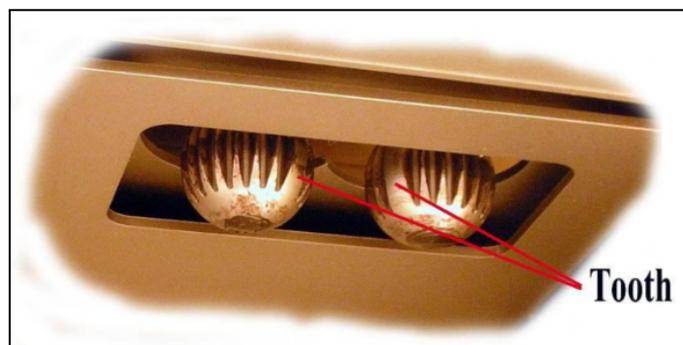

Figura 6. Testa dei rotori delle viti senza fine. La dentellatura della testa delle viti deve andare a combaciare con quella dei rotori.
- Rimettere le viti senza fine al loro posto nei rotori. Le viti sono, in teoria, intercambiabili, ma è raccomandato metterle sempre nello stesso posto. La vite senza fine di sinistra ha una banda più scura poco sopra l'inizio della filettatura. Per alloggiare le viti occorre inserirle nella testa dei rotori (Figura 6) e ruotare e spingere (senza forzare) fino a che la testa della vite non si incastra perfettamente con il rotore. **ATTENZIONE:** Non lasciare la presa sulle viti (che NON devono cadere) fino a che non si è perfettamente certi che siano alloggiate correttamente. Una volta alloggiate correttamente spingerle verso l'interno per portarle appoggiate alla parete interna della camera.